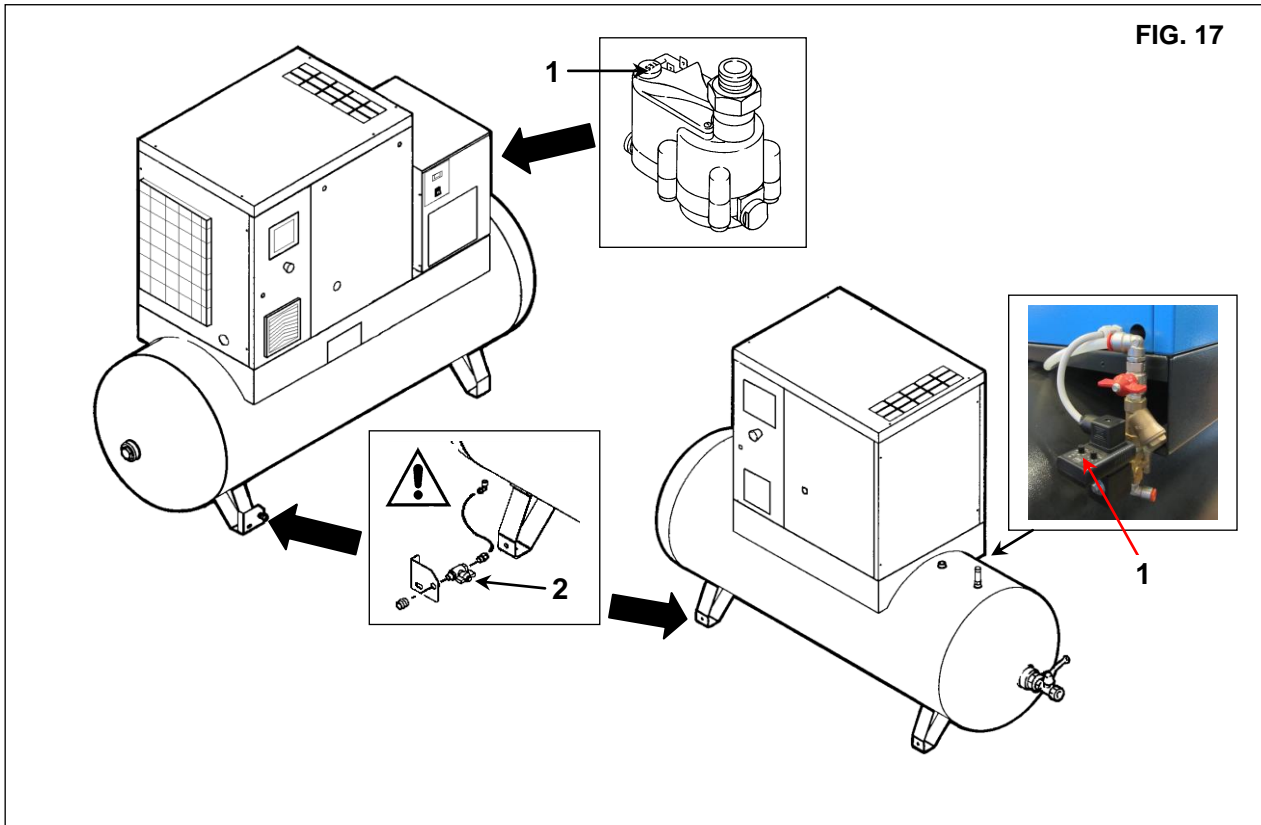

FIG. 17
È necessario controllare lo scarico automatico e manuale delle condense ogni giorno (Rif. 1 e Rif. 2 Fig. 17).
- Premere il pulsante "TEST" Rif. 1 Fig. 17 per qualche secondo e verificare che la condensa venga scaricata correttamente attraverso il tubo di scarico.
- Controllare lo scarico manuale della condensa del serbatoio in modo da verificare che la condensa sia correttamente scaricata attraverso il rubinetto Rif. 2 Fig. 17 (**spurgare ogni giorno dopo l'uso**)